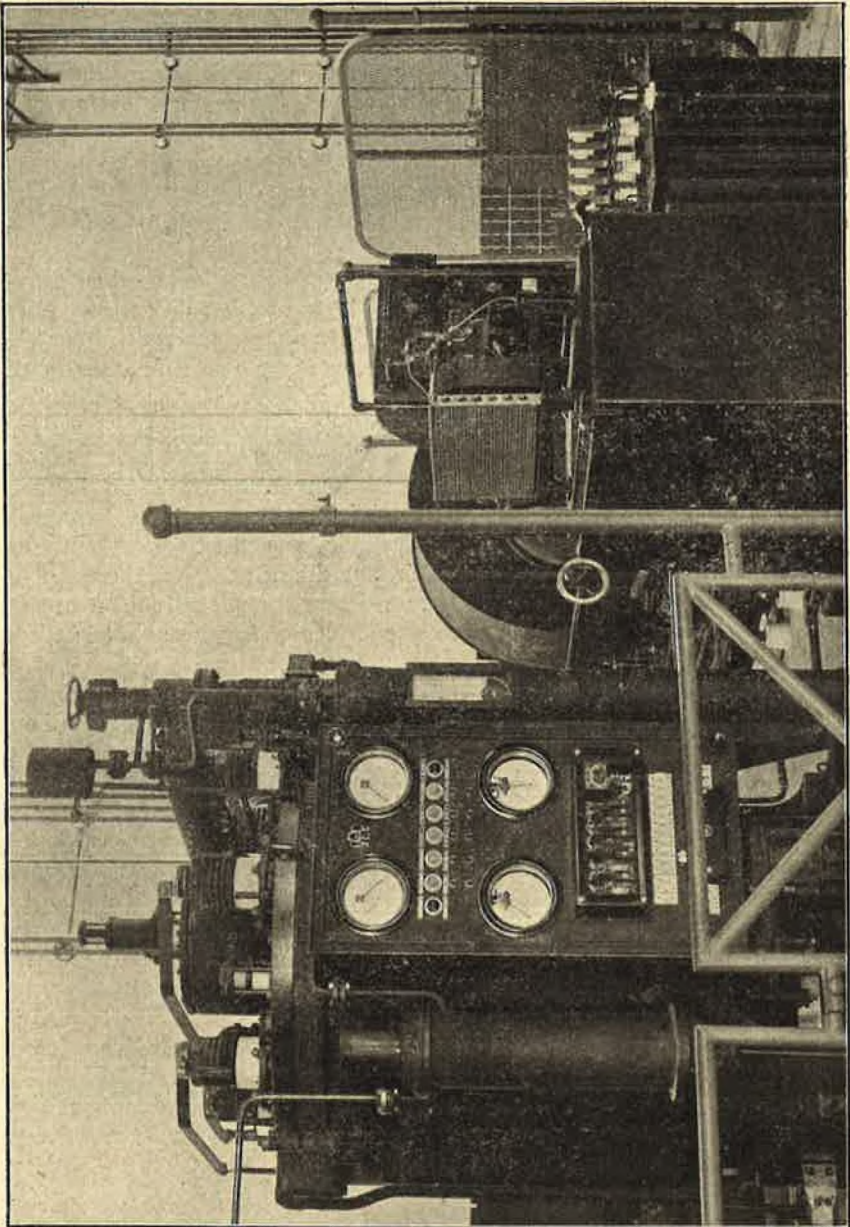

Fig. 6. — Redresseur à vapeur de mercure et son appareillage.
Les redresseurs à vapeur de mercure (fig. 6) constituent, dans le cas présent, la solution la plus moderne pour la conversion du courant alternatif en courant continu. Leurs nombreux avantages: rendement élevé (1) et pratiquement constant même lorsque la charge varie dans de larges limites, encombrement plus réduit à puissance égale, absence de bruit et de trépidations, facilité de manœuvre et d'entretien, les font préférer aux autres machines transformatrices du type rotatif.